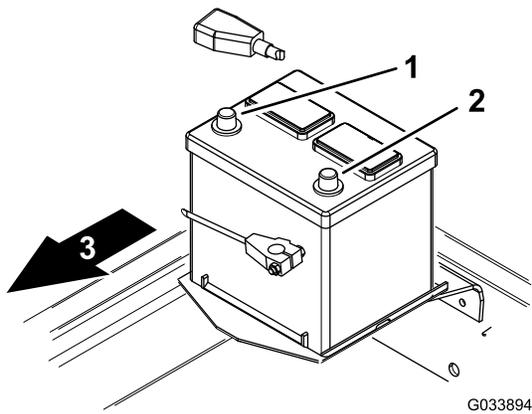

図 11
2. プラス赤ケーブルをバッテリーの端子に取り付け、上からゴムカバーを被せる (図 11)。
3. マイナスケーブル黒をバッテリーのマイナス端子に取り付ける 図 11。